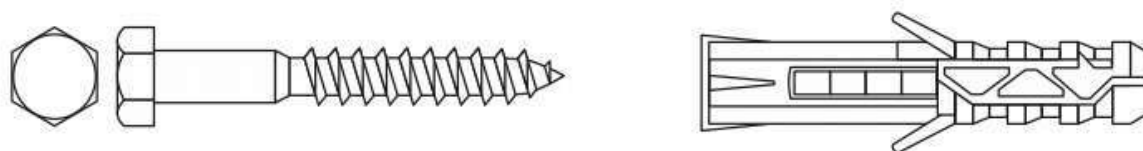

Рисунок 7.4.1 Шуруп с шестигранной головкой «Глухарь» с дюбелем
- 2 Сверление производить сверлом диаметром 16 мм. В отверстия установить распорные дюбели диаметром 16 мм и длиной 80 - 120 мм (рис. 7.4.1.);